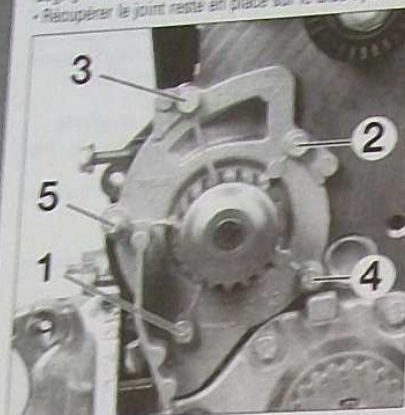

FIG.26
- Déposer les vis de fixation de la pompe à eau et la dégrager (Fig.26).
À la repose, nettoyer soigneusement les plans de joint de la pompe et du bloc-cylindres à l'aide d'un produit décapant. Mettre en place la pompe à eau munie d'un joint neuf dans le bloc-cylindres et serrer ses vis de fixation dans l'ordre (Fig.26) et au couple prescrit. Procéder à la repose et au calage de la courroie de distribution. Procéder au remplissage et à la purge du circuit de refroidissement et contrôler l'absence de fuites moteur tournant.